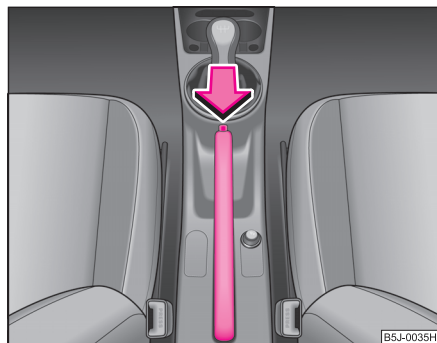

Abb. 102 Mittelkonsole: Handbremse
- Ziehen Sie den Handbremshebel etwas hoch **und** drücken Sie **gleichzeitig** den Sperrknopf ⇒ Abb. 102 hinein.